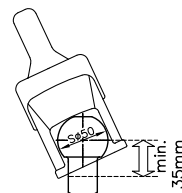

Bild 1: Kugelstange Zugfahrzeug
1.3 Die Zugkugelpkupplung WS 3000/3500 kann nur zusammen mit Kupplungskugeln nach DIN 74058 / ISO 1103 eingesetzt werden, wenn der Kugelhals im Bereich von **35 mm frei von Anbauteilen** ist. (Bild 1) (statt 32 mm nach DIN 74058 / ISO 1103).